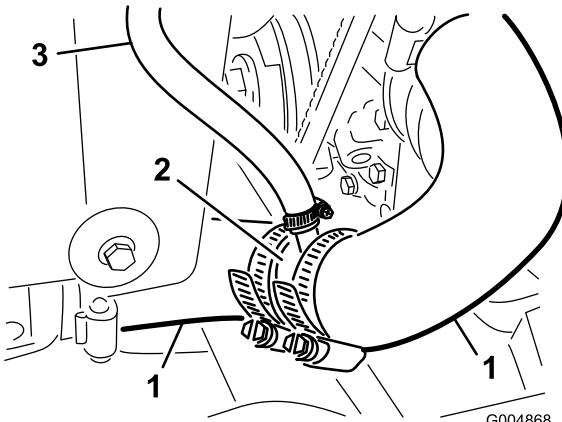
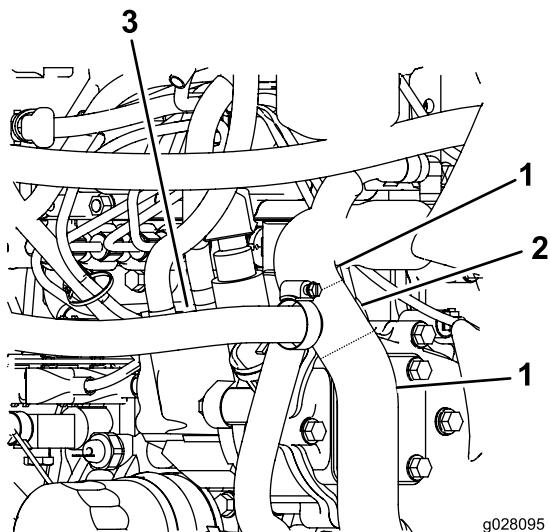

Рисунок 12
Рисунок 13
10. Установите тройник на шланги и закрепите шланговыми хомутами, как показано на Рисунок 12 и Рисунок 13.
11. Подсоедините свободный конец возвратного шланга к новому тройнику в шланге радиатора (Рисунок 12).